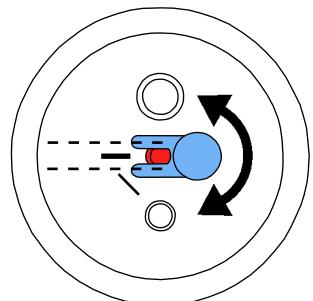

図 12
- ・25~70 µmのブラストタンクと一致するように、流入ノズルを調節しなければなりません (図 12) !